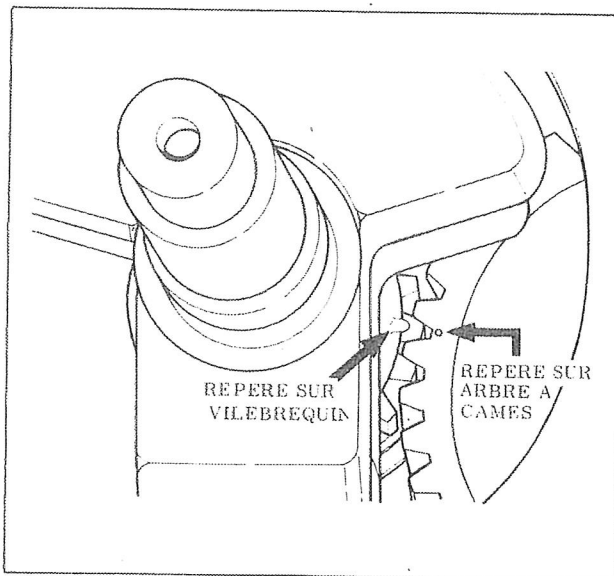

FIGURE 12.6 -- SYNCHRONISATION DE L'ARBRE A CAMES ET DU VILEBREQUIN
- b. Faire tourner le vilebrequin et l'arbre à cames jusqu'à ce que le repère de réglage sur l'épaule du vilebrequin s'aligne avec le repère (point) sur le pignon de la came comme indiqué à la figure 12.6.